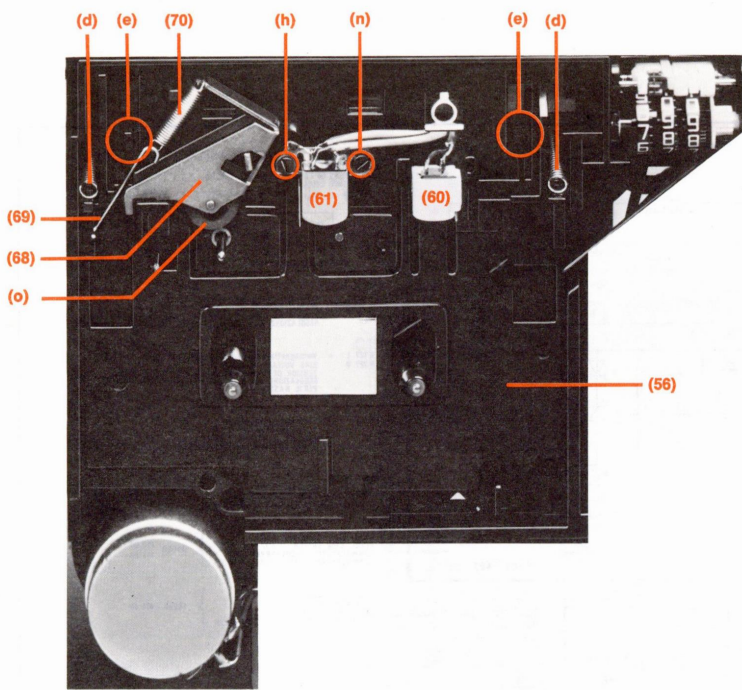
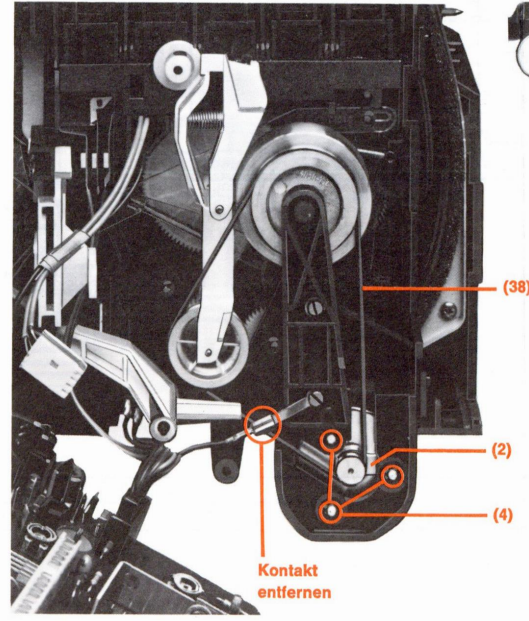

Bild 6
Bild 9
6. Motor (2) wechseln [Bild 9]
- Motorriemen (38) abnehmen
- 3 Body-Fastener (4) abzwicken (Dämpfungen sind wieder zu verwenden Body-Fastener müssen neue verwendet werden). Body-Fastener nur soweit wieder aufpressen bis die Dämpfung 5,8 ... 6 mm zusammengedrückt ist
8. Zählwerkriemen (46) wechseln [Bild 6 u. 10]
- 2 Schnapphaken (e) betätigen und Schlitten (56) vorsichtig herausheben (auf Walzenlager achten!)
9. Kupplung (50) überprüfen bzw. ausbauen [Bild 6 u. 10]
- Sicherungsscheibe (51) entfernen.
10. Wickelteller (42 Rücklauf) überprüfen bzw. ausbauen [Bild 6 u. 10]